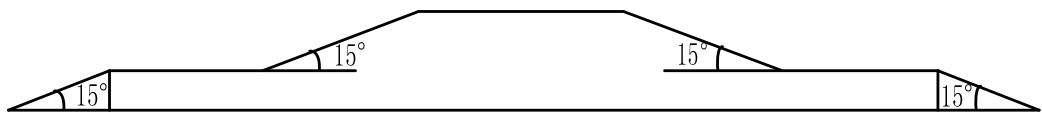

图9 高山模型
4.9.1 在某两个十字拼装块上粘贴有一个高山模型，如图9所示。高山模型不可移动，其尺寸为1m(长)×500mm(宽)×67mm(高)，分为两级高峰，高峰上有黑色引导线，机器人仍要遵守不脱离引导线的规定。机器人仍要遵守不脱离引导线的规定，顺利通过此高山模型才算完成奋力攀岩任务。